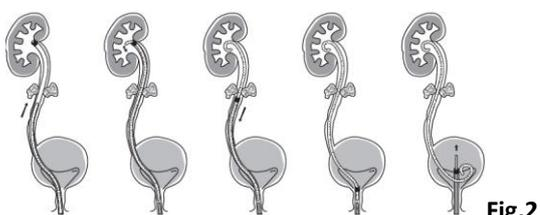
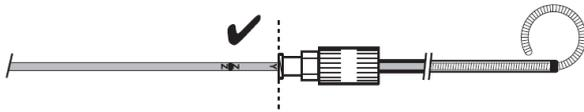

Fig.2
Fig.3
- V. Utilize o empurrador para avançar o Resonance através da bainha (Fig.2) até o marcador numerado correspondente ao comprimento do cateter a ser expandido chegar ao conector da bainha (Fig.3). Neste momento, o primeiro *pigtail* será formado a partir da bainha.